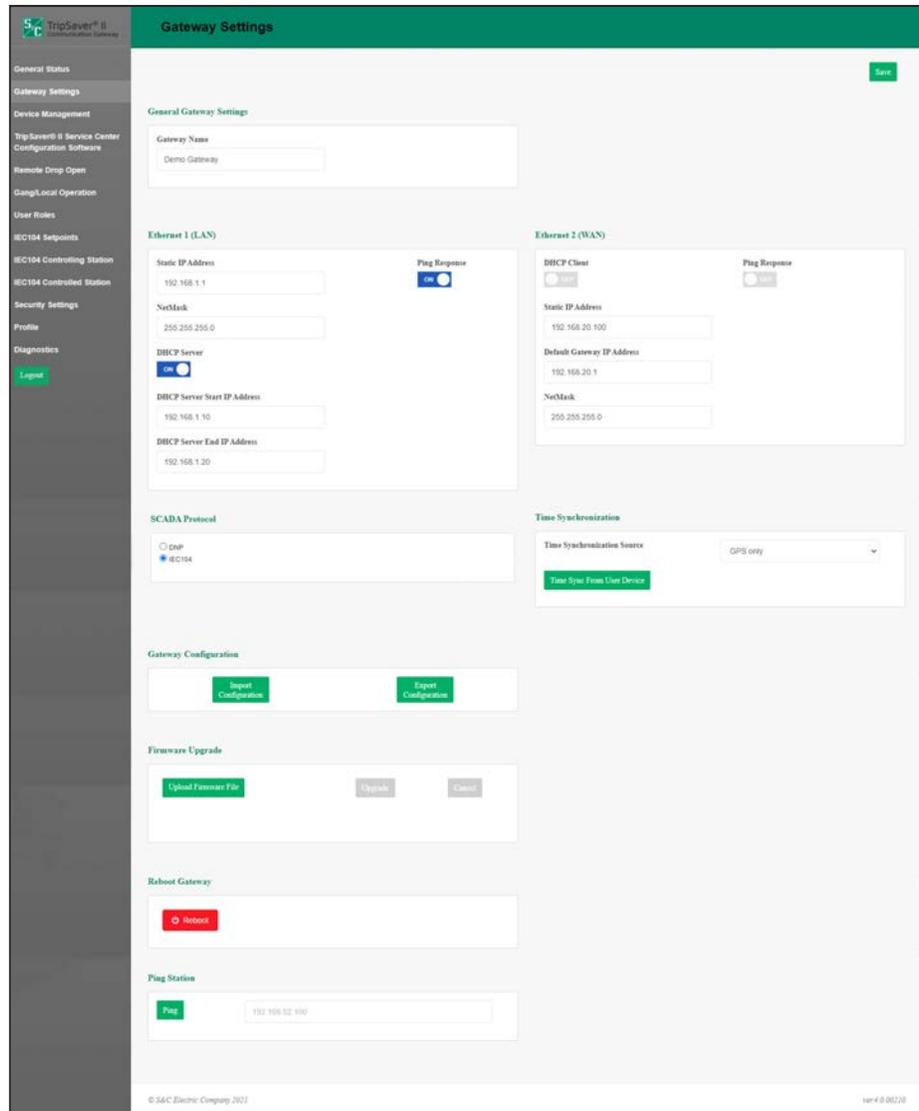

Figura 16. Tela *Gateway Settings* (Ajustes do Gateway).
**Nota:** Em todos os campos editados dentro de cada menu, após cada edição o botão Save deve ser clicado para que as modificações realizadas nesses campos sejam efetivadas. Ver Figura 16.